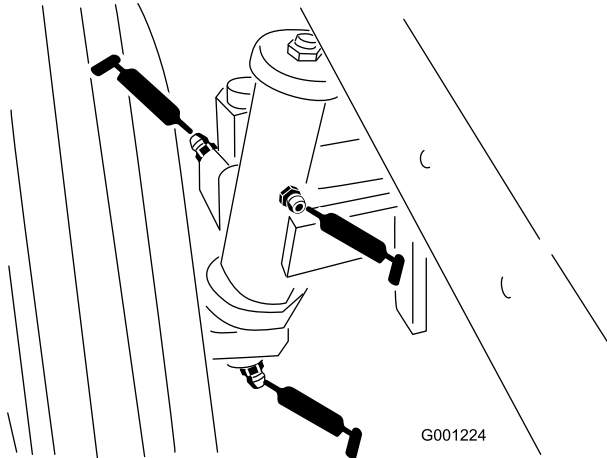

Figura 42
- boccole dei perni degli assali, ruote posteriori (Figura 42)